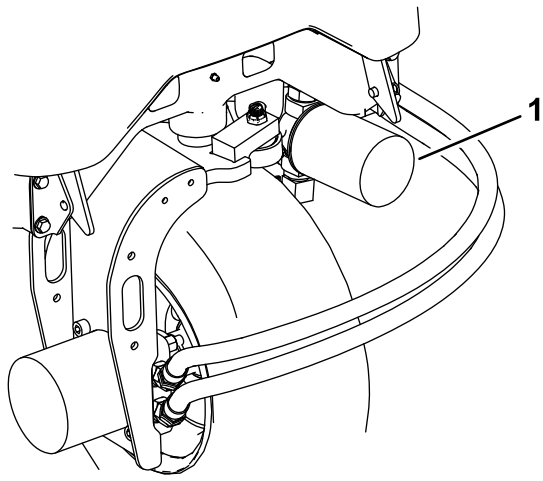
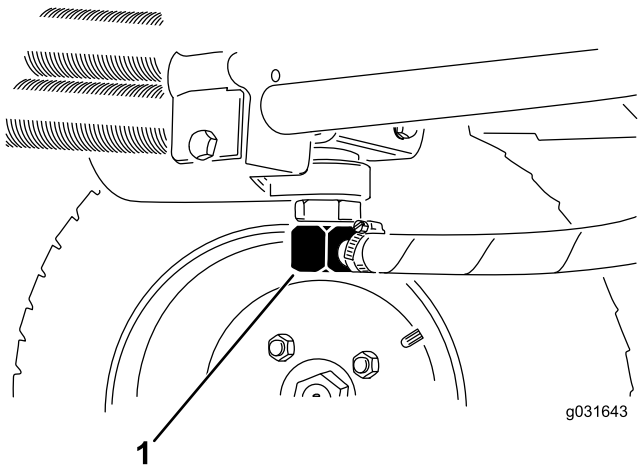

图 63
图 64
- 清洁滤芯安装区周围的区域在滤芯下面放置一个放油盘然后拆下滤芯 图 63。
2. 断开液压管线与油箱的连接或卸掉液压油滤芯让液压油流入放油盘图 63 和图 64。
3. 液压油停止排出时安装液压管线图 64。